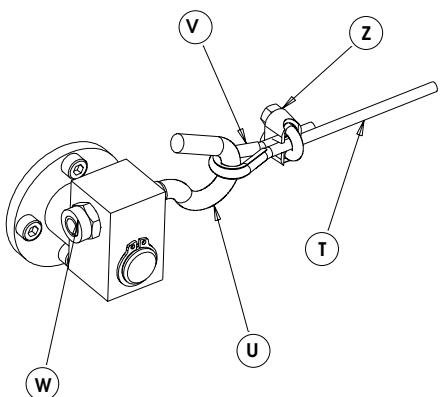

Fig.10
- 12) Fissare la fune metallica **T** al particolare **U**, Fig.10, per mezzo dell'occhiello **V** e del morsetto **Z**.
- 13) Allineare i due spezzoni di sbarra **A** e **B** agendo sul dado **W**, Fig.10.
- 12) Fix the wire rope **T** to part **U**, Fig.10, using eyelet **V** and clip **Z**.
- 13) Align the two beam sections **A** and **B**, using nut **W**, Fig.10.
- 12) Fixer le câble d'acier **T** sur la pièce **U**, Fig.10, au moyen de l'œillet **V** et de l'étau **Z**.
- 13) Aligner les deux tronçons de lisse **A** et **B** en agissant sur l'écrou **W**, Fig.10.
- 13) Das Stahlseil **T** am Teil **U**, Abb.10, mit der Öse **V** und der Klemme **Z** befestigen.
- 14) Die beiden Teilstücke **A** und **B** durch die Mutter **W**, Abb.10 ausrichten.